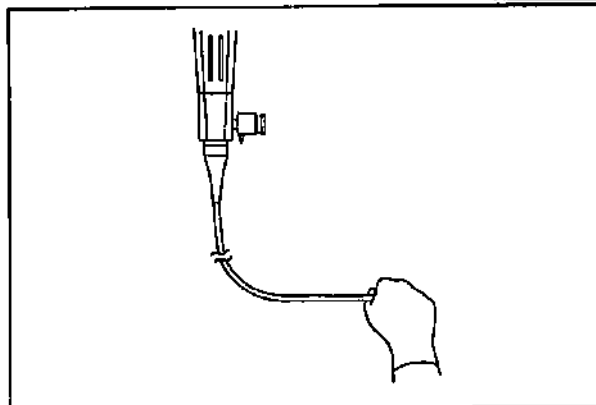

Рис. 3.14
2. Проверьте яркость, закрыв дистальный конец эндоскопа рукой (см. Рис. 3.14).